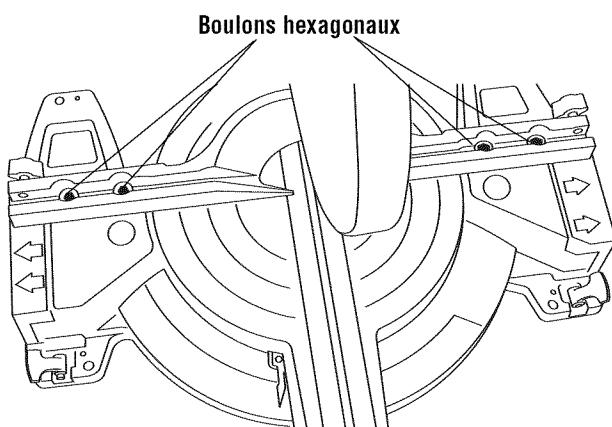

Figure 10. Réglage du guide
- Utilisez la clé universelle (fournie) et desserrez quatre (4) boulons hexagonaux situés derrière le guide. (Figure 10).